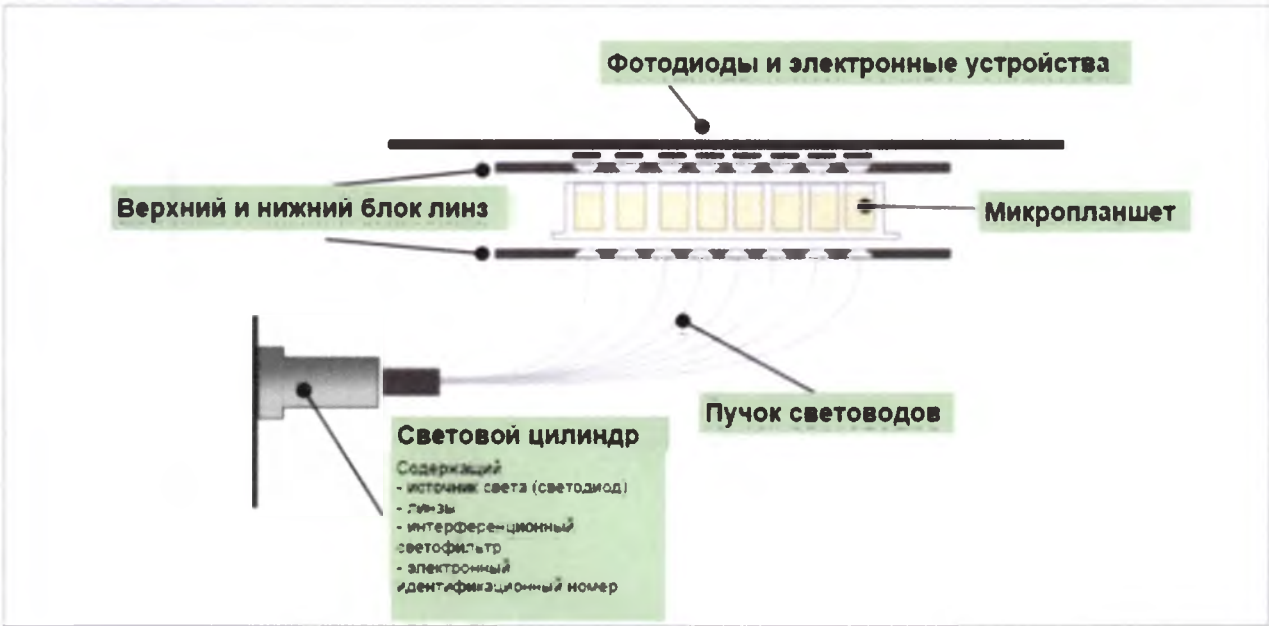

Рисунок 2
5.3 В фотометре используется абсолютно новая технология считывания с использованием светодиодов в качестве источников света (см. рисунок 2).